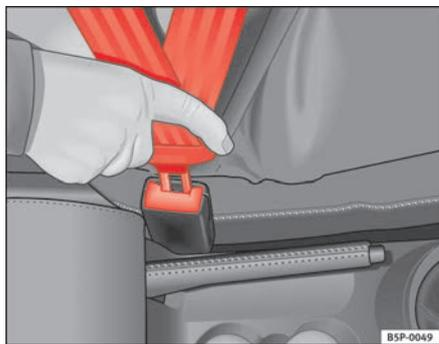

Fig. 12 Blocchetto di aggancio e linguetta della cintura di sicurezza
- Inserire la linguetta della cintura nel bloccetto di aggancio del sedile corrispondente facendole effettuare lo scatto d'innesto ⇒ fig. 12.